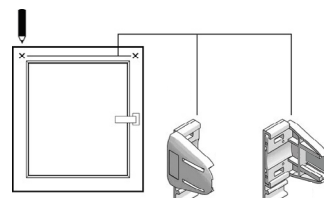

Рис.14
- 4.3. Разметить предполагаемые места крепления, обезжирить их и приклеить кронштейны с платформами. Кронштейны должны быть установлены горизонтально. Выступы у платформ для крепления дополнительного профиля должны располагаться внизу (Рис.14).